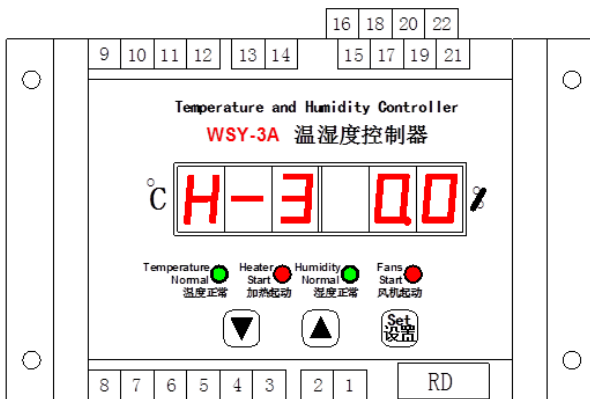

图7
- 继续按下设置键，左侧三位数码管闪烁显示 H-3，表示是温度校正系数设置值，右侧三位数码管为数值位，设置值为-9.9—9.9，通过“∧”、“∨”进行设置（见图7）。